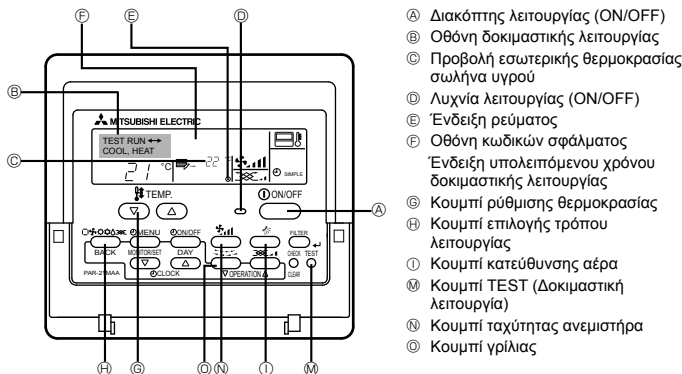

Fig. 6-1
6. Δοκιμαστική λειτουργία (Fig. 6-1)
Με ενσύρματο τηλεχειριστήριο (Fig. 6-1)